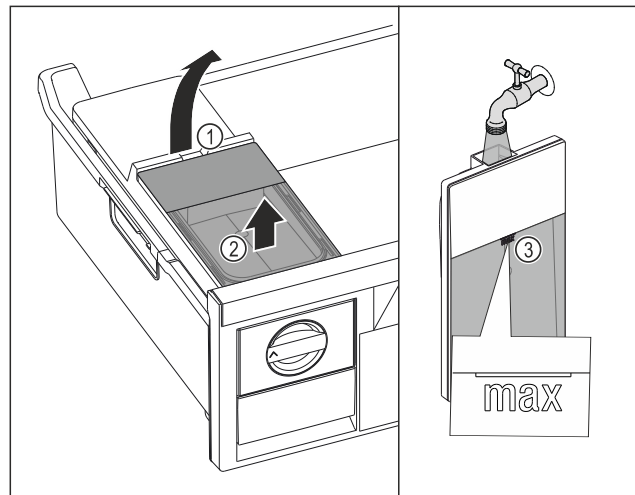

Fig. 156
- ▶ Поднимите бак для воды за выемку Fig. 156 (1).
- ▶ Извлеките бак для воды движением вверх. Fig. 156 (2)
- ▶ Наполните бак для воды питьевой водой до отметки Fig. 156 (3).